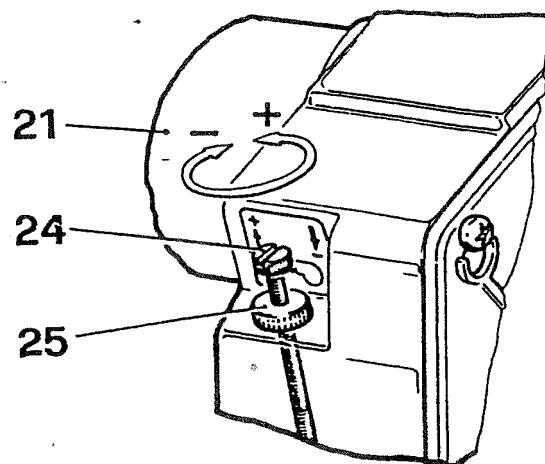
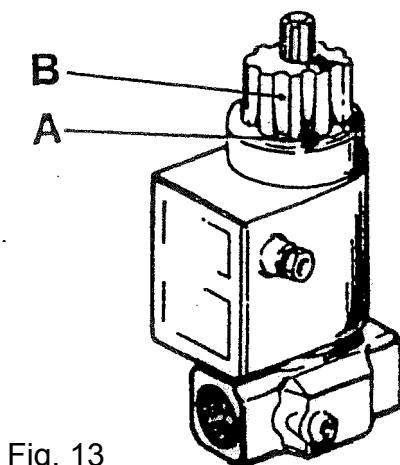

Fig. 9
Fig. 13
- Apasati butonul de reararea blocaj (17).
- dupa pornire va trebui reglat debitul de gaze pe regulator (vezi fig. 13) si cantitatea de aer, rotind surubul (24), fig. 9.